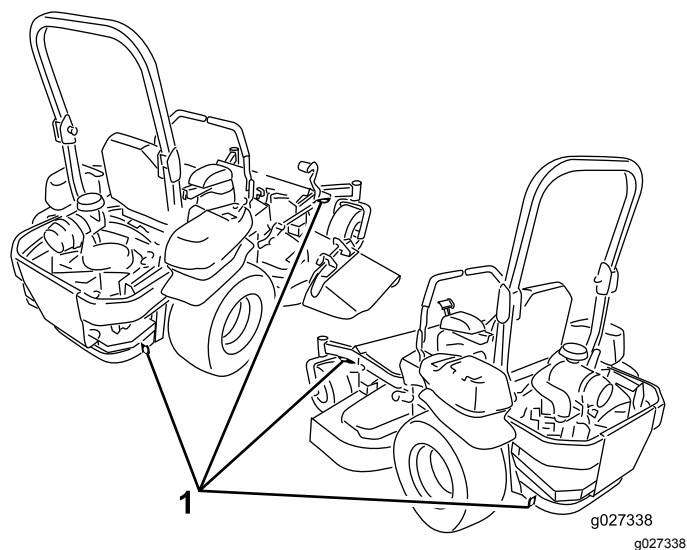

Figure 39
6. Arrimez la machine près des roues pivotantes avant et du pare-chocs arrière à l'aide de sangles, chaînes, câbles ou cordes (Figure 39). Reportez-vous à la réglementation locale concernant les exigences d'arrimage.